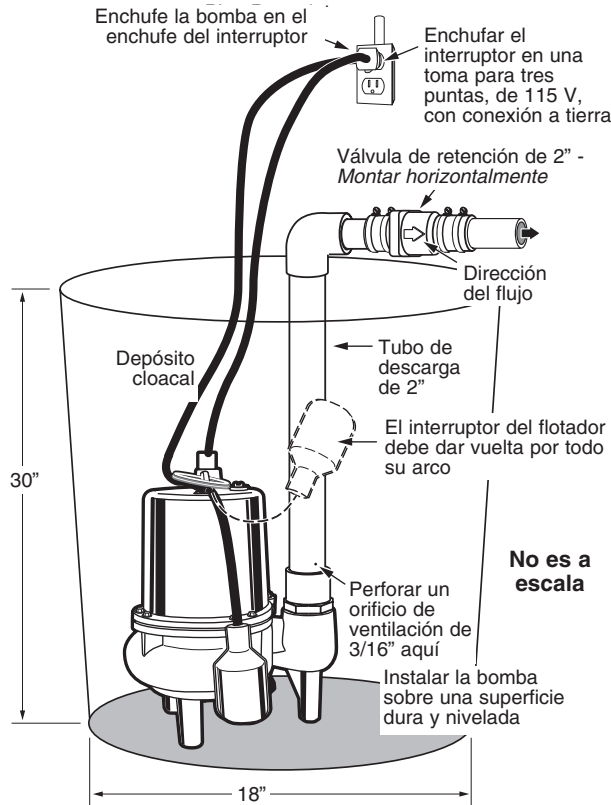

Figura 1 - Instalación típica
**(Consulte la Figura 1 para obtener las instrucciones de una instalación típica)**